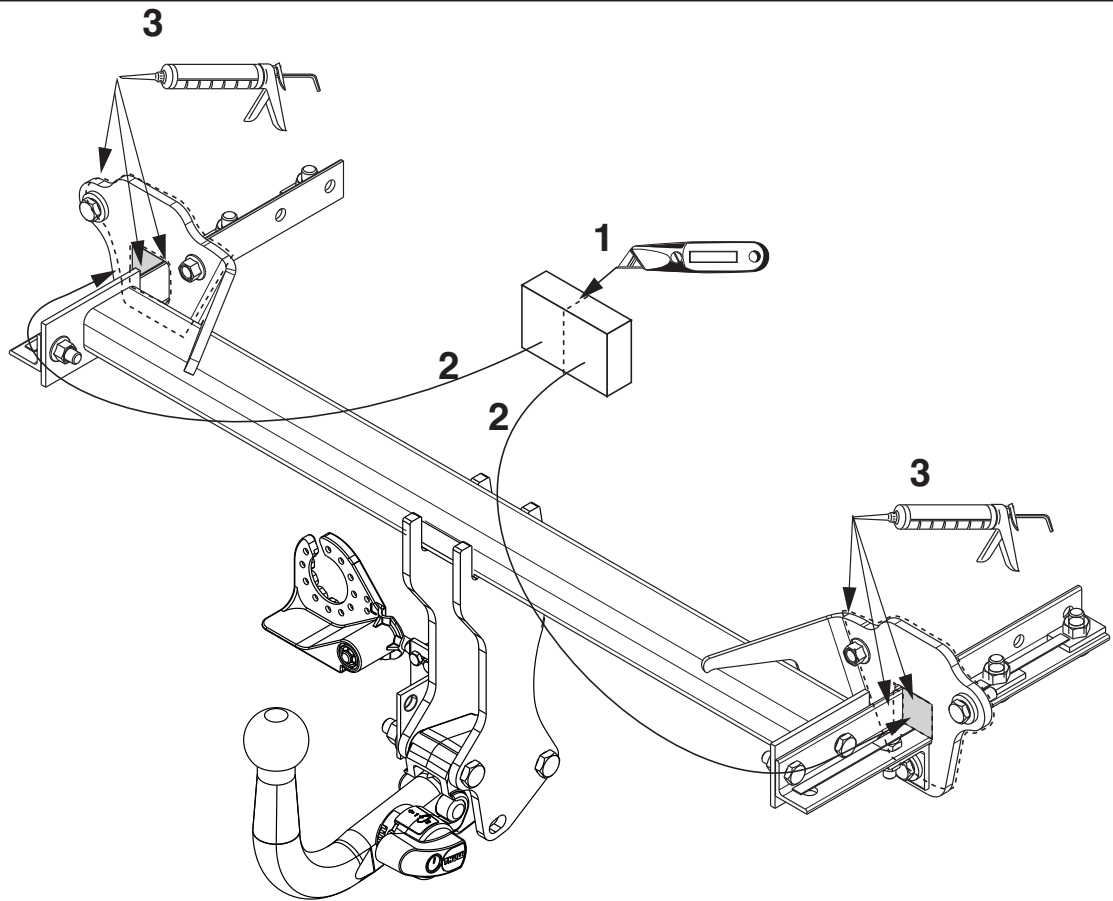

Fig. 2
(см. рис. 2)
9. Герметизировать обозначенные части (см. рис. 2)